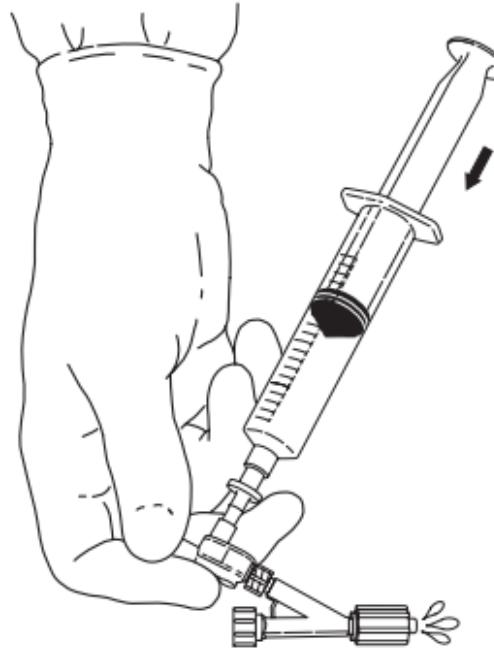

Fig. 3
5. Purgue o restante ar, colocando o polegar sobre o orifício de injeção. Irrigue lentamente a válvula de segurança unidirecional dupla e o adaptador Tuohy-Borst para remover as restantes bolhas de ar. (**Fig. 3**)